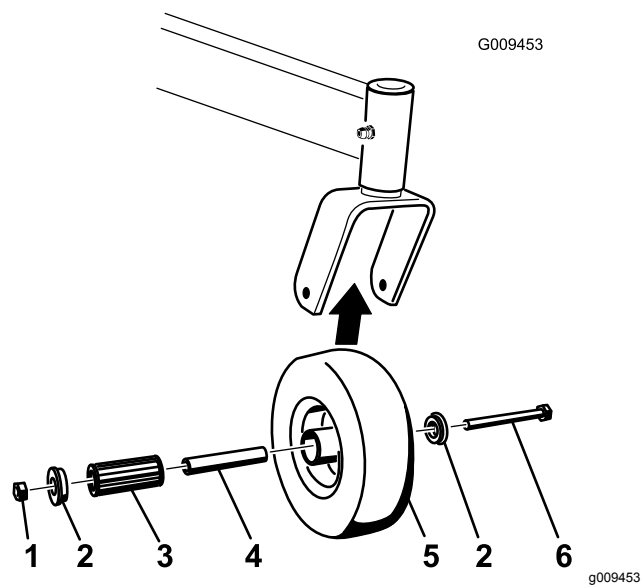

Figura 54
1. Togliete il dado di bloccaggio e il bullone della ruota che sostiene la ruota orientabile sulla forcella orientabile (Figura 54).
2. Togliete una boccola, quindi estraete la boccola chiave e il cuscinetto a rulli dal mozzo della ruota (Figura 54).
3. Togliete l'altra boccola dal mozzo della ruota e pulite via l'eventuale grasso o sporcizia presenti sul mozzo della ruota (Figura 54).
Nota: Sostituite eventuali parti danneggiate o usurate (Figura 54).
5. Posizionate una boccola nel mozzo della ruota (Figura 54).
6. Lubrificate il cuscinetto a rulli e il cuscinetto chiave e fateli scorrere nel mozzo della ruota (Figura 54).
7. Posizionate la seconda boccola nel mozzo della ruota (Figura 54).
8. Montate la ruota orientabile nella forcella orientabile e fissatela con il bullone della ruota e il dado di bloccaggio (Figura 54).
9. Serrate il dado di bloccaggio finché la boccola chiave tocca in fondo l'interno delle forcelle orientabili (Figura 54).